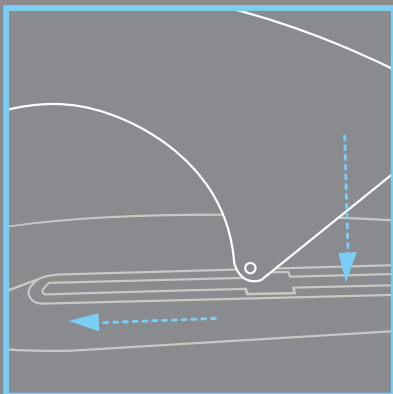

Imagen 3
- Introduce la quilla en la ranura de la caja de quilla por el hueco central, desliza la quilla hasta el extremo y, con firmeza, empuja hacia abajo el otro extremo (**Imagen 3**).